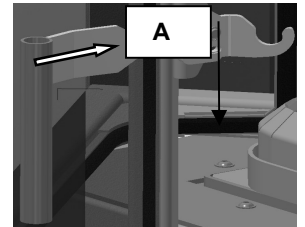
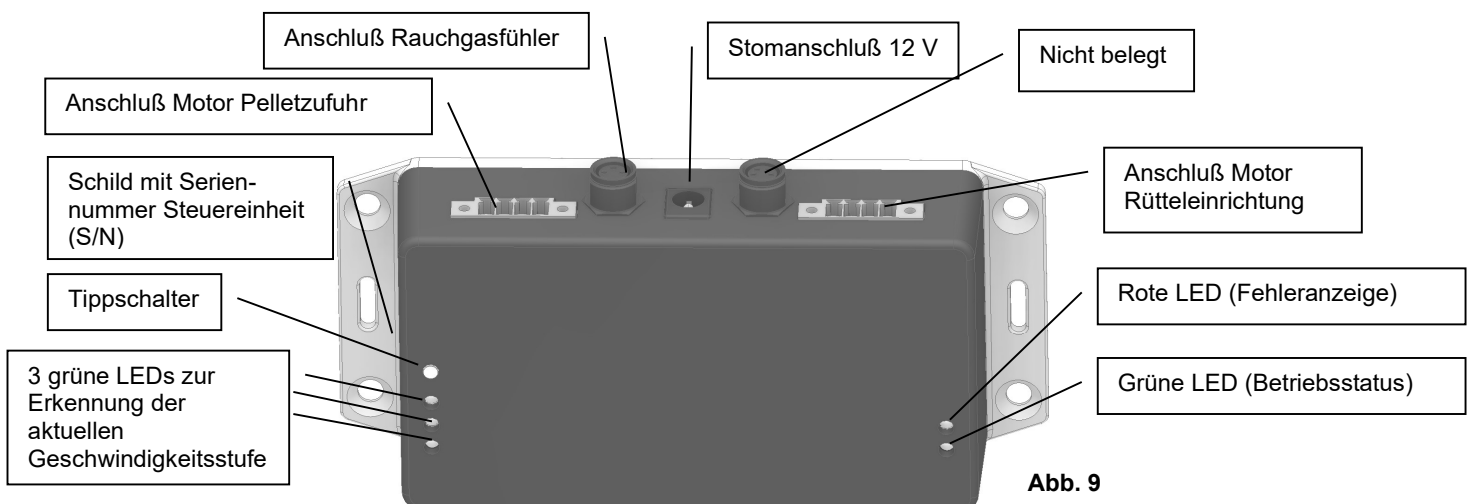

Abb. 4
Abb. 9
Zum Öffnen der Feuerraumtür den Türgriff bis zum Anschlag in die Öffnung des Türriegels (A) stecken und am Griff ziehen (s. Abb. 4). Türe langsam öffnen (dadurch treten geringere Mengen an Staubanteilen aus dem Feuerraum). Das Schließen dieser Tür muß manuell erfolgen.
Während des Heizbetriebs können verkeilte Pellets im Brennraum das Abrütteln erschweren. In diesem Fall den Tippschalter am Steuergerät (s. Abb. 9) auf niedrigste Geschwindigkeit bringen. Verbleibende Pellets im Brennraum so lange ausbrennen lassen, bis sich die Rüttleinrichtung wieder bewegen lässt. Anschließend kann die Einstellung wieder langsam erhöht werden.
Die elektronische Steuereinheit (s. Abb. 9) für den Betrieb der Rüttleinrichtung und der Pelletzuführung ist hinter der rechten Bedientüre oberhalb der Bodenplatte montiert (s. Abb. 4). An der Steuereinheit ist der Rüttelmotor, ein Temperaturfühler für die Rauchgastemperatur und der Motor für die elektronische Pelletzuführung angeschlossen. Die Geschwindigkeitseinstellung erfolgt direkt an der Steuereinheit (s. Abb. 9).